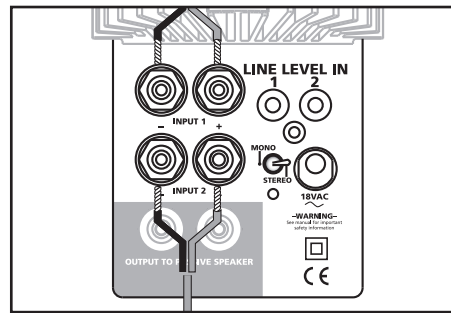

FIGURE 13
- Using the keyhole slots in the bracket as a template, mark the installation location of the two keyhole slots with a pencil. You can do this by removing the bracket knobs on the top and bottom of the speaker and removing the bracket, or by leaving the bracket connected to the speaker [figure 13]. Orient the bracket so that the small ends of the keyhole slots are facing "up" according to the direction of installation. Reattach the bracket to the speakers, if you have removed it, by reinserting it into the bracket gap and then tightening the bracket knobs.
- Utilisez le support comme gabarit, marquez la position des deux fentes en trou de serrure à l'aide d'un crayon. Vous pouvez le faire en retirant les boutons du support et en dégageant l'enceinte, ou en laissant l'enceinte dans son support [figure 13]. Placez le support (position verticale ou horizontale au choix) de façon à ce que la partie rétrécie des fentes en trou de serrure soit en haut. Remplacez l'enceinte dans son support (si vous l'avez retirée) et resserrez les boutons du support.